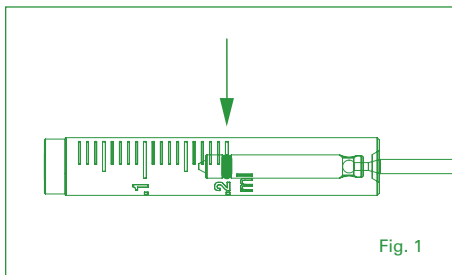
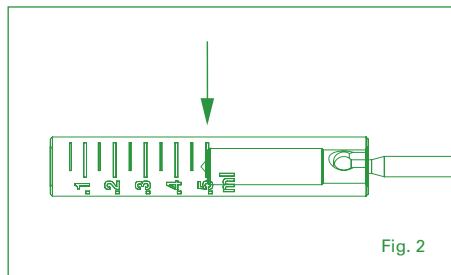

Fig. 1
Fig. 2
Volume setting (Fig 1 and 2)
Activate plunger a few times before setting volume to enable free plunger movement (stick slip). Loosen locking nut (5) and turn socket (4) to center O-ring on desired graduation on models 0.1, 0.2 and 0.3 mL (Fig 1). For 0.5, 1 and 2 mL, center plunger edge on desired graduation (Fig 2). Tighten locking nut (5) in order to prevent any volume alteration. Activate a few times the plunger to verify good operation.
Volumeneinstellung (Abb. 1 und 2)
Kolben vor Volumeneinstellung mehrmals betätigen um eine reibungslose Kolbenbewegung (Haftgleit-effekt) zu ermöglichen. Gegenmutter (5) lösen und Führungshülse drehen, um den O-Ring an der gewünschten Teilung bei den Modellen 0.1, 0.2 und 0.3 mL zu zentrieren (Abb. 1). Bei 0.5, 1 und 2 mL die Kolbenkante auf die gewünschte Teilung einstellen (Abb. 2). Gegenmutter (5) anziehen, um eine Volumenänderung zu vermeiden. Kolben mehrmals betätigen um die einwandfreie Funktionalität zu überprüfen.
Réglage du volume (Fig 1 et 2)
Activer quelques fois le piston avant tout réglage. Desserrer le curseur (5) et tourner la douille (4) afin d'aligner le joint du piston sur la graduation désirée, pour les modèles de 0.1, 0.2 et 0.3 mL (Fig 1). Pour les 0.5, 1 et 2 mL, aligner le bord supérieur du piston sur la graduation (Fig 2). Resserrer le curseur (5) pour éviter tout changement inopiné du volume pendant le travail. Vérifier le bon fonctionnement en activant le piston quelques fois.